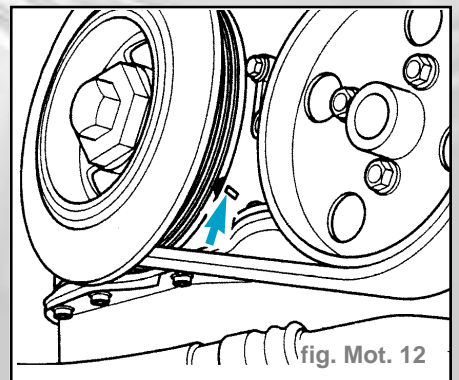

fig. Mot. 12
- Amener le vilebrequin au repère de PMH du cylindre 1 en le tournant dans le sens de rotation du moteur par la vis de fixation de l'amortisseur de vibrations (fig. Mot. 12).